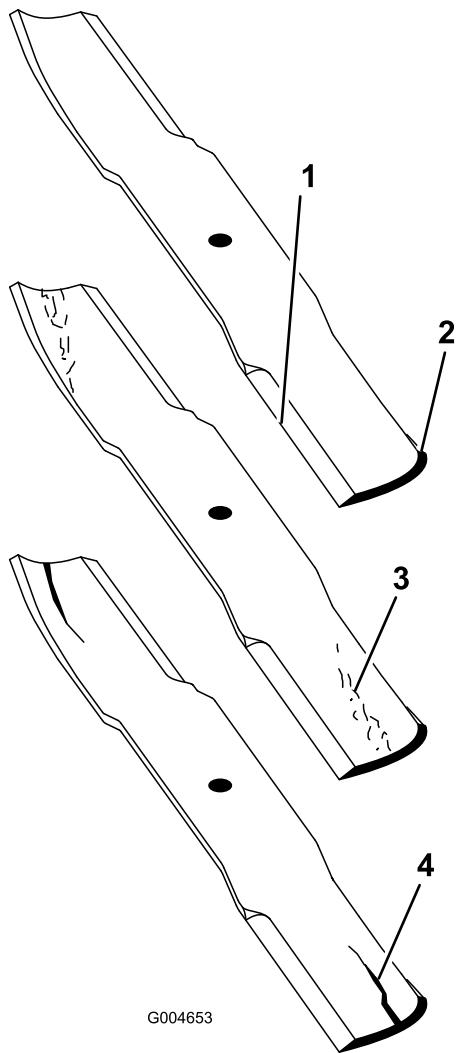

Figura 93
- Examine cuidadosamente as extremidades da lâmina, prestando especial atenção à zona onde se encontram as partes curvas e planas da lâmina (Figura 93). Deverá verificar o estado da lâmina antes da operação de corte, já que a areia e outro material abrasivo poderá desgastar o metal que liga a parte curva e plana da lâmina. Se verificar que esta zona se encontra desgastada (Figura 93), substitua a lâmina.
Se a lâmina continuar a sofrer este tipo de desgaste irá formar-se uma ranhura entre a parte curva e a parte plana da lâmina (Figura 93). Eventualmente, pode soltar-se algum pedaço da lâmina e projectar-se, ferindo-o a si ou a qualquer pessoa próxima.